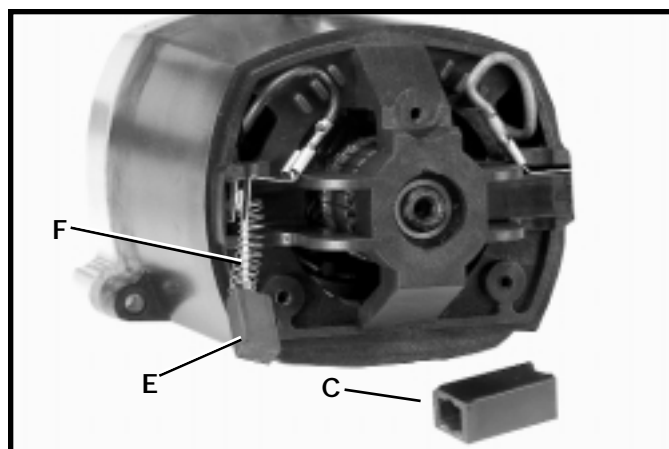

Fig. 48
4. La figure 48 illustre l'un des balais (E) enlevé du porte-balais (C). Remplacez les deux balais lorsque le carbone d'un balai est usé à une longueur de 3/16 po ou lorsqu'un ressort ou un fil est brûlé ou endommagé. Si les balais sont trouvés utilisables à l'inspection, remontez-les à la position où ils se trouvaient avant d'être enlevés.